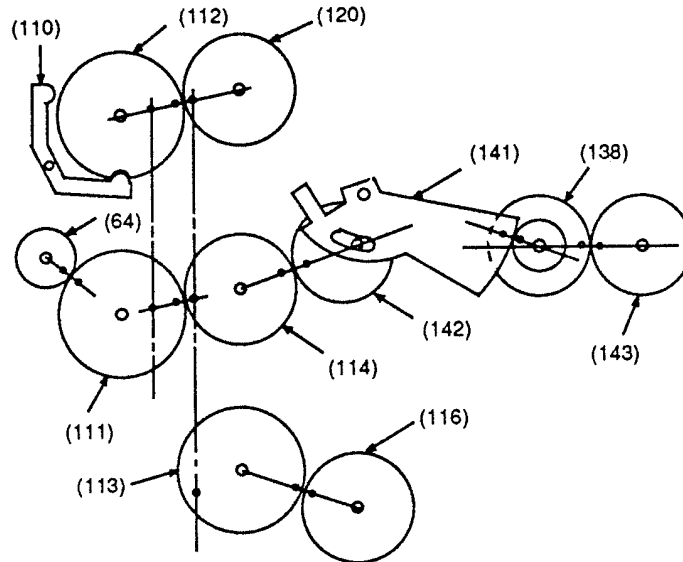

Fig. 46
Die Abbildungen Fig. 46 / 47 zeigen das Laufwerk in der Bezugsposition "STOP" und die dabei auftretende Anordnung der Markierungslöcher. Die Bezugsposition "STOP" ist identisch mit der Laufwerkstellung "Umspülbetrieb". Diese entspricht der 2. Raststellung des Kupplungsrades (116), wenn diese Laufwerkstellung durch Drehen des Capstanrotors von Hand angefahren wird. Der Austausch von Bauteilen in der Antriebsmechanik darf nur in dieser Laufwerkstellung erfolgen.
The illustrations Fig. 46 / 47 show the drive mechanism in the reference position "STOP" and the resulting alignment of the marking holes. The reference position "STOP" is identical to the mechanical position during "WINDING MODE". This corresponds to the second locking position of the clutch disc (116), when this mechanical position is reached by rotating the capstan rotor by hand. Replacement of components in the drive mechanism must only be carried out with the mechanics set to this position.
Le figure 46 / 47 mostrano la meccanica in situazione di Stop e le rispettive posizioni dei fori di riferimento. Questa posizione di Stop è uguale a quella di avvolgimento veloce e corrisponde alla seconda tacca di arresto del disco frizione (116) che si ottiene ruotando manualmente il rotore capstan. La sostituzione dei componenti della meccanica può avvenire soltanto nella situazione di Stop.